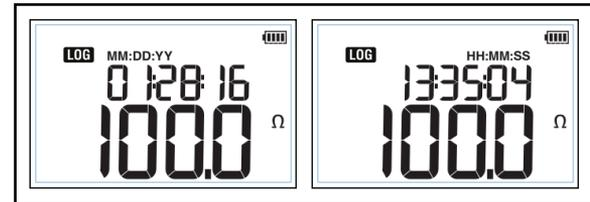

Figura 13. Hora de registro
3. Pulse **ENTER** para alternar la pantalla entre la hora y la fecha de la medición registrada. Consulte la Figura 13.